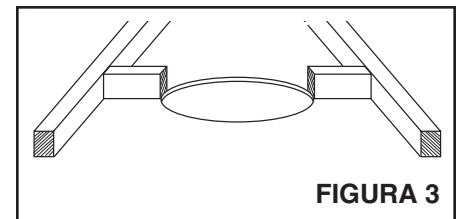

FIGURA 3
Vea la figura 3.
4. Vea la figura 3. Asegure piezas pequeñas de madera de 1 x 3 pulg. (2.5 x 7.6 cm) (nominal de 3/4 pulg./1.9 cm.) a las vigas en cualquiera de los lados de la abertura. Deje aproximadamente 1/2 pulg. (13 mm) entre la parte superior del cielo raso, de tal manera que el reborde de la caja del calefactor pueda deslizarse debajo de los separadores. Si la separación de la viga es mayor que 16 pulg. (40.6 cm) descentradas, corte los separadores de madera de 2 x 4 pulg. (5 x 10 cm) para que ajusten entre la caja y las vigas.